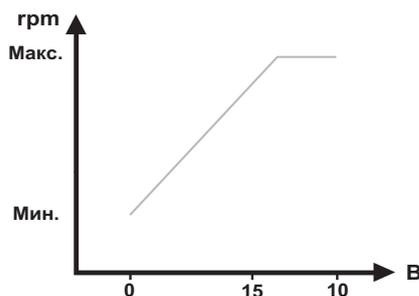

Рис. 62 Зависимость скорости насоса от установленного значения сигнала 4–20 мА
1) Когда насос находится под управлением внешнего сигнала 4–20 мА, его рабочее состояние изменяется на основе диапазона уровней входного сигнала. График зависимости скорости насоса от установленного значения сигнала 0–10 В приведен на рис. 62